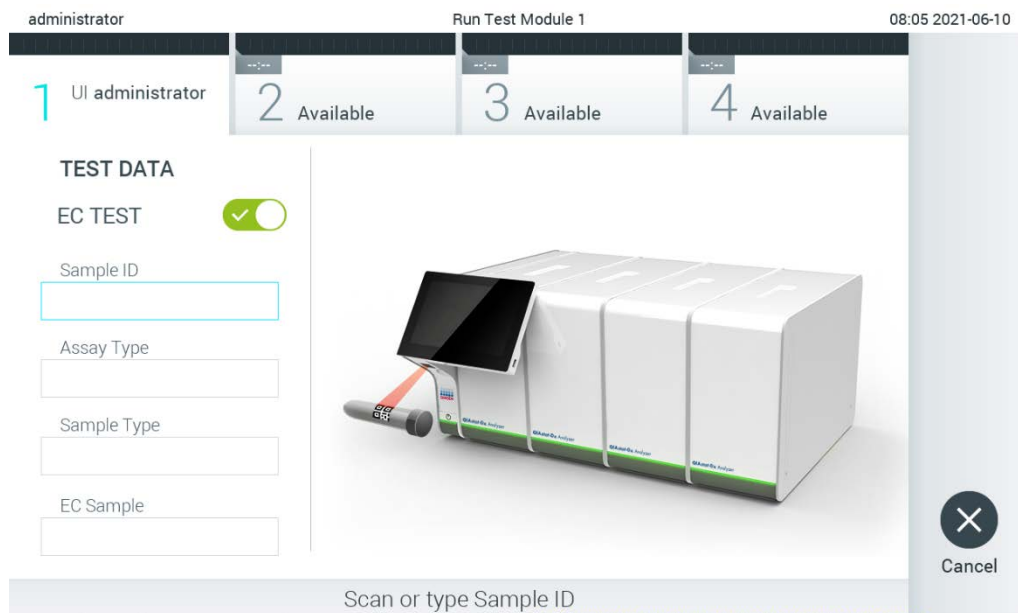

Figura 88. Ligar o botão de alternância EC Test (Teste de EC) para permitir a execução de um teste de EC.
2. Ligue o botão de alternância EC Test (Teste de EC) (Figura 88).
- Quando solicitado, digitalize o código de barras da Sample ID (ID da amostra), utilizando o leitor de código de barras integrado no módulo operacional (Figura 88).